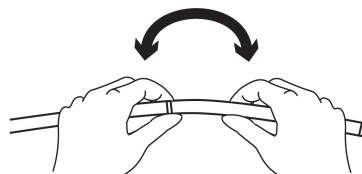

図 2
- 6.受動湾曲部の両端を把持し、軽く曲げ、受動湾曲部が滑らかに曲がることを確認すること。（図 2 参照）